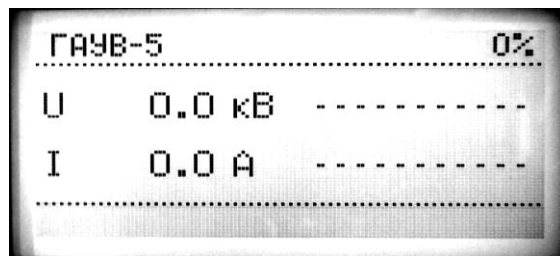

Рис. 20.
6.9.6. Нажать кнопку блока управления «ВЫПОЛНИТЬ», при этом включится сирена (на1-2с.) На экране БУ появится заставка режима «ГАУВ 5кВ». В левой части экрана расположены индикаторы сетевого напряжения и потребляемого тока. В правой части экрана расположены мнемонические изображения шкал киловольтметра и амперметра выходного напряжения и тока заряда. (рис. 20)